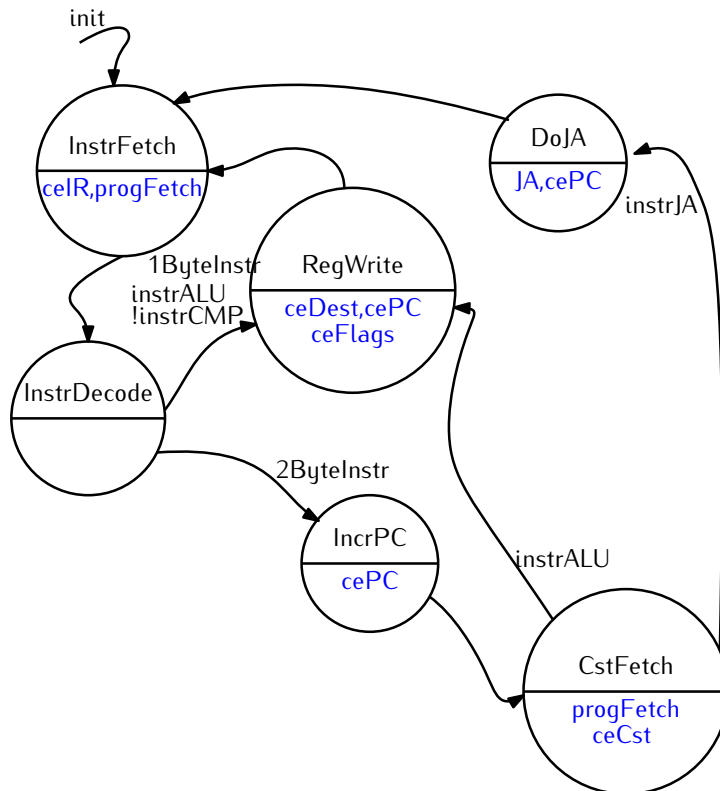

FIGURE 2 – Automate de la version initiale de notre micro-machine Digital.
Ici, la Figure 2 donne l'automate correspondant à cette version initiale. La Figure 1 (voir pages précédentes) donne une version complète du Datapath qu'on cherche à construire.
- Suivez le comportement de votre programme dans le processeur. Attention, chaque TOP de l'horloge, déclenche une transition dans l'automate de contrôle. Suivez donc cela sur le dessin de la Figure 2.
- Comme dans la Figure 2, ajoutez dans l'état `regWrite` la mise à jour du signal d'écriture dans le registre `Flags` (`ceFlags`).